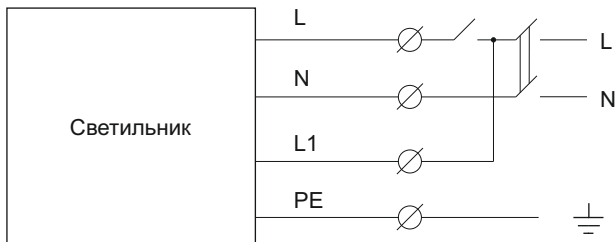

Рисунок 5
3.3 Подключение светодиодной панели к сети производить сетевым кабелем, выведенным из корпуса светильника, согласно маркировке проводников (рисунок 5): L – коммутируемая фаза; N – нейтраль; PE – заземление; L1 – некоммутируемая фаза.